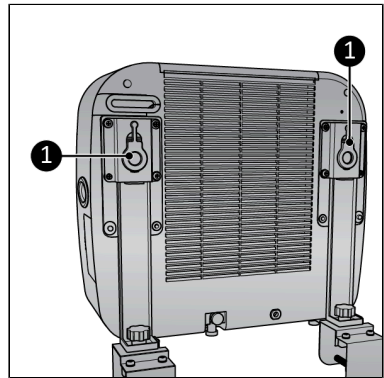

Figure 59.
Les crochets en caoutchouc (Figure 59, pos. 1) peuvent être utilisés pour monter les supports supérieurs pour caravane sur l'unité intérieure.